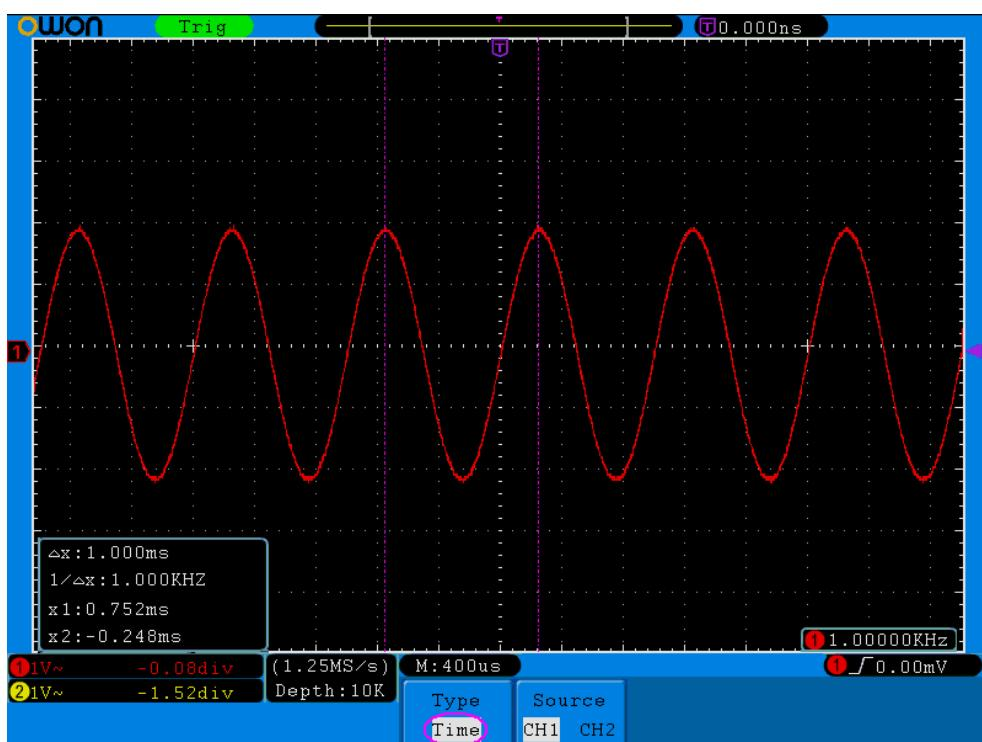

Рисунок 5-63 Использование курсоров для измерения времени
- Переместите курсоры 1 и 2 в нужное положение в соответствии с формой сигнала с помощью регуляторов **VERTICAL POSITION**; в окне слева внизу экрана будут отображаться значения периода времени между курсорами 1 и 2, а также соответствующей ему обратной величины и значения времени, соответствующие положениям курсоров (см. рис. 5-63).